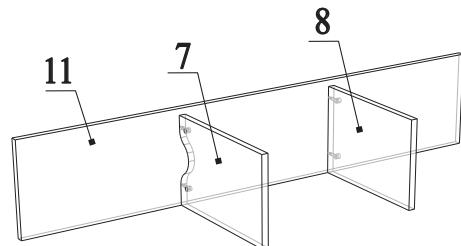

Рис.17
42. Соединить детали 7 и 8 с деталью 11, затянуть эксцентрики по часовой стрелке до упора (рис.17)